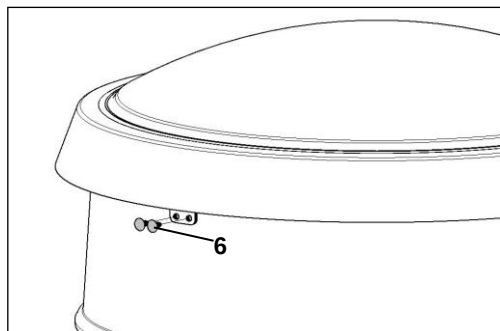

Bild 8: Montage Lichtkuppelnägel
Lichtkuppel über die Winkel mit den Lichtkuppelnägeln (6) befestigen (**Bild 8**) (bei der tandem-Variante 2x).